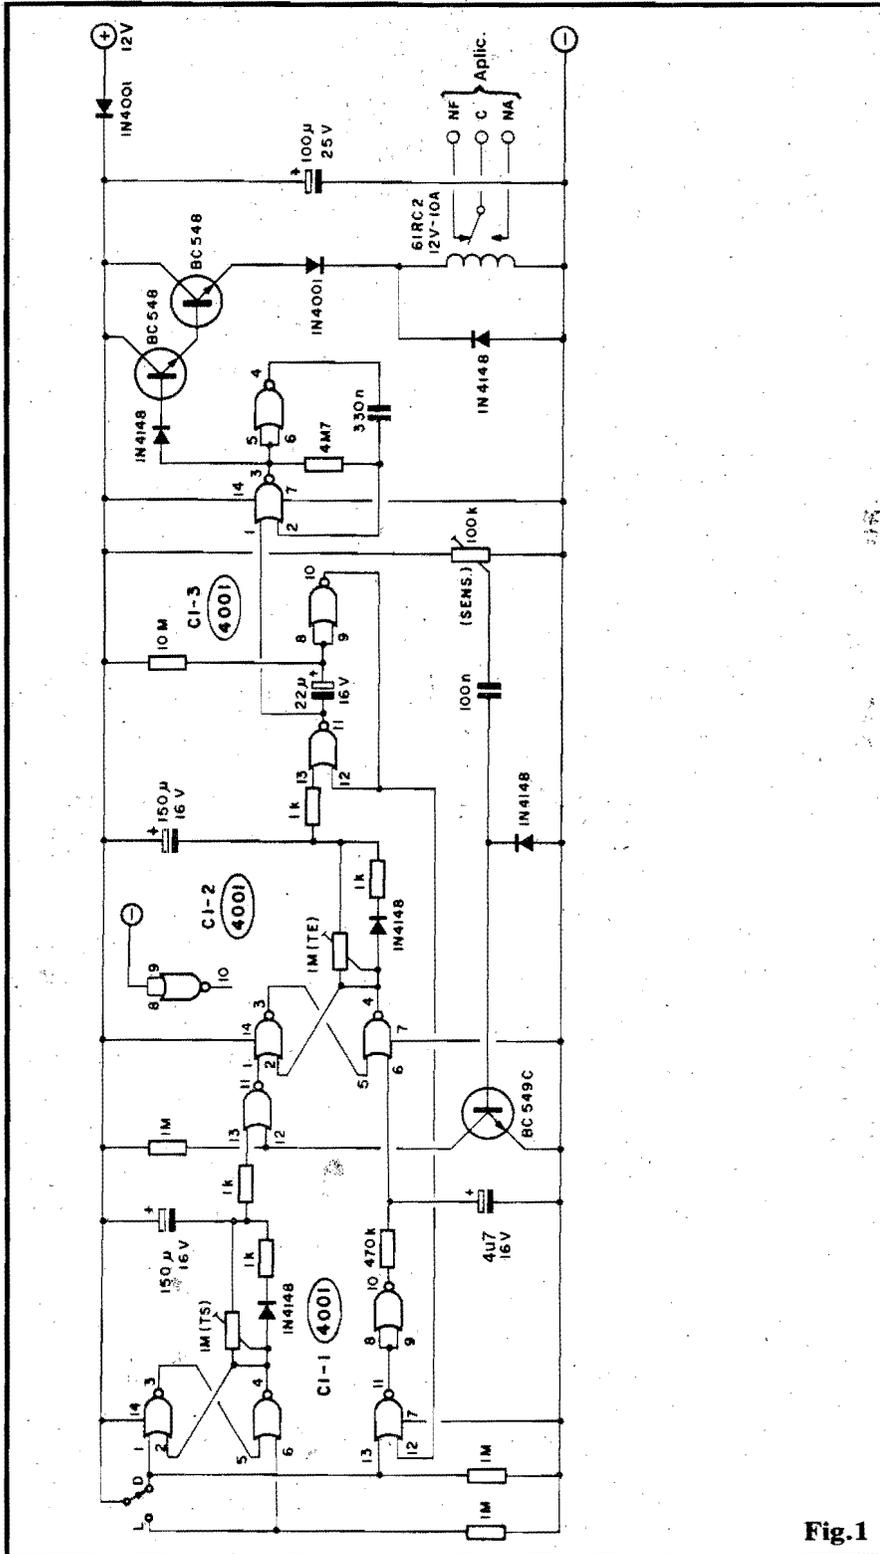

Fig.1
- FIG. 1 - O CIRCUITO - Logo "de cara", vamos explicar esse negócio de "sensoreamento sem sensor"... Na verdade, existe **sim**, um sensor incorporado ao ALASSEN, que é a sua própria linha de alimentação (12V nominais)! O "gatilho" ou o "excitador" do sistema, é providenciado por um fenômeno super-simples, que ocorre em todo e qualquer circuito elétrico ou eletrônico, do mais elementar ao mais complexo: uma minúscula (mas real...) queda de Tensão geral de alimentação, sempre que uma nova "carga" (resistiva, indutiva, capacitiva, etc.) é momentaneamente ligada ou eletricamente anexada à tal alimentação! Vamos exemplificar, para Vocês entenderem melhor: suponhamos que, em "repouso" (com todas as aplicações elétricas **desligadas...**), a linha geral de alimentação do sistema elétrico do veículo mostre uma Tensão de 12,82V. Ao se abrir uma porta, acionando a lâmpada controlada pelo interruptor mecanicamente acoplado a dita porta, a Resistência do filamento da citada lâmpadinha, momentaneamente "carrega" a linha de alimentação, ocasionando uma (ainda que pequeníssima...) queda na Tensão **real** da tal linha (digamos, para 12,79V, ou seja: um diferencial de "menos 0,03V"...). Esse fenômeno ocorrerá com todo e qualquer dispositivo eletro-eletrônico existente no veículo, e é absolutamente **normal**! O circuito do ALASSEN, simplesmente deteta, amplifica, esse "degrauzinho" de Tensão, e o usa como "gatilho" para o disparo do alarme... Como é absolutamente **impossível** se entrar num carro, ou fazer funcionar qualquer "coisa" no veículo (incluindo af, obviamente, o próprio funcionamento do motor...) sem